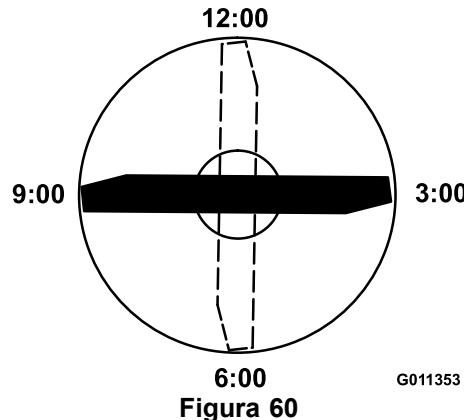

Figura 60
- Coloque el filo de corte del extremo marcado de la cuchilla en la posición de las 12 (hacia adelante, en el sentido de la siega) (Figura 60) y mida la altura desde la mesa hasta el filo de corte de la cuchilla.
- Gire el extremo marcado de la cuchilla a las posiciones de las 3 y de las 9 (Figura 60) y mida las alturas.